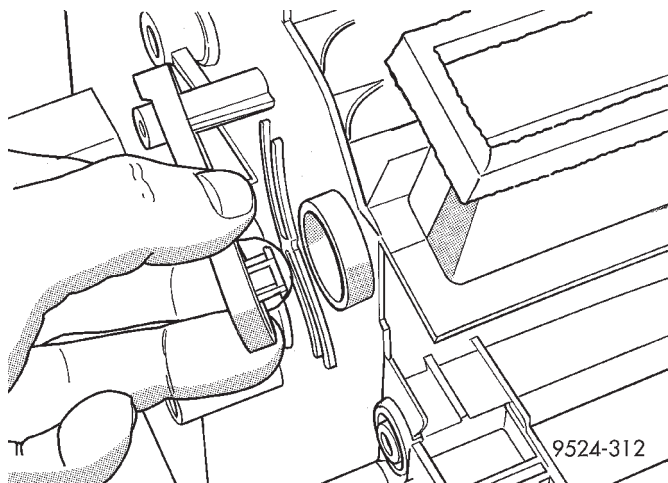
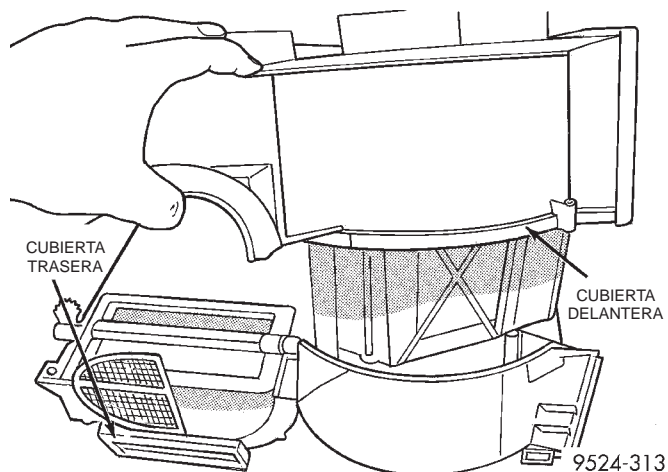

Fig. 105 Articulación de la palanca de la compuerta del descongelador
Fig. 106 Mitad delantera y trasera de la caja
(34) Descalce de la caja la articulación de la palanca de la compuerta del descongelador (Fig. 105).
(35) Retire de la caja el sello de la compuerta del descongelador.
(36) Retire la mitad de la cubierta trasera de la caja del A/A de la mitad delantera (Fig. 106).